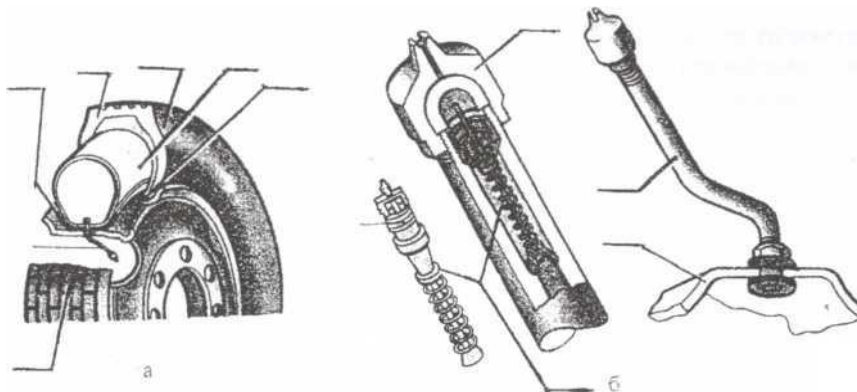

Рис. 24.2. Автомобильная шина (а) и вентиль (б):
2. Обозначьте, согласно указателю (рис.24.2.), номер детали шины вентиля, соответствующий подрисуночной подписи.